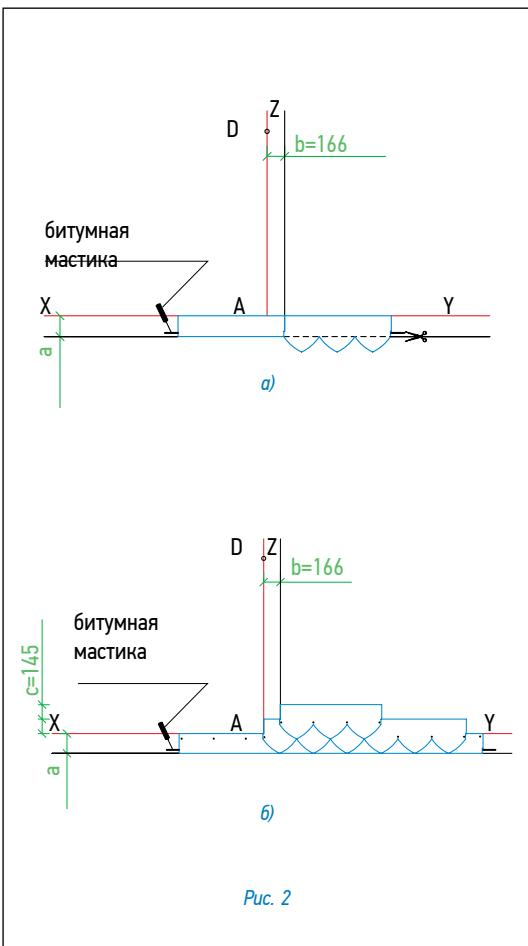

Рис. 2
Укладка материала (рис. 2)
- Начальный ряд формируется из специальной коньково-карнизной черепицы, либо из листов черепицы обрезанных по линии образованной конечными точками вырезов. Элементы начального ряда укладываются по линии карниза в обе стороны от линии Z (рис. 2а) и фиксируются по нижнему краю битумной мастикой, а по верхней кромке 4 гвоздями (ось гвоздей на 5 см ниже верхнего края полосы);
- далее первый ряд черепицы укладывается от линии AD (рис. 2б);
- второй ряд укладывается от линии Z (со смещением 16,6 см от AD) (рис. 2б);
Каждый лист гибкой черепицы крепится 4 гвоздями в штатных местах таким образом, чтобы гвоздь прошивал и верхний край низлежащего листа черепицы (рис. 2б).
- Начальный ряд формируется из специальной коньково-карнизной черепицы, либо из листов черепицы обрезанных по линии образованной конечными точками вырезов. Элементы начального ряда укладываются по линии карниза в обе стороны от линии Z (рис. 2а) и фиксируются по нижнему краю битумной мастики, а по верхней кромке 4 гвоздями (ось гвоздей на 5 см ниже верхнего края полосы);
- второй ряд укладывается от линии Z (со смещением 12,5 см от AD) (рис. 2б);